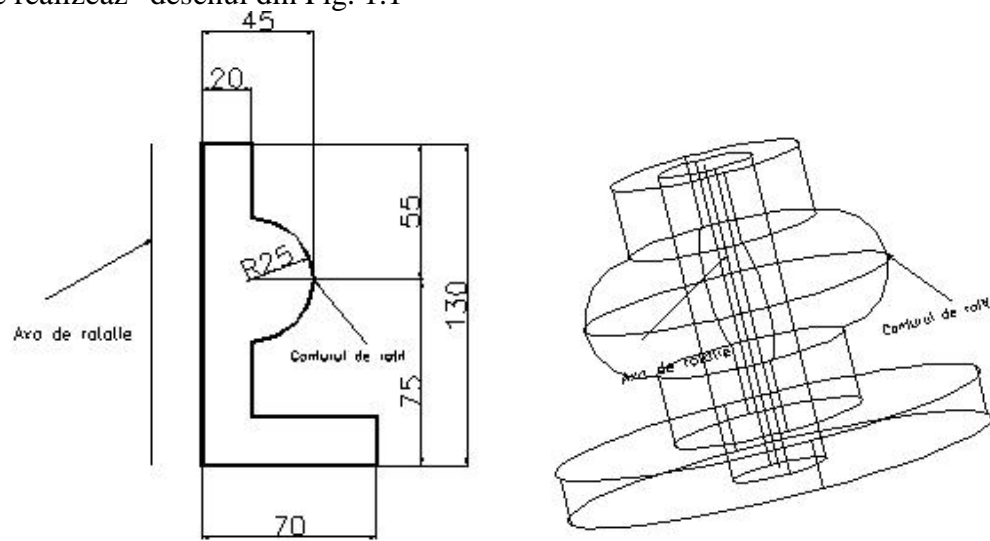

Fig.1.1
1. Se se realizează desenul din Fig. 1.1